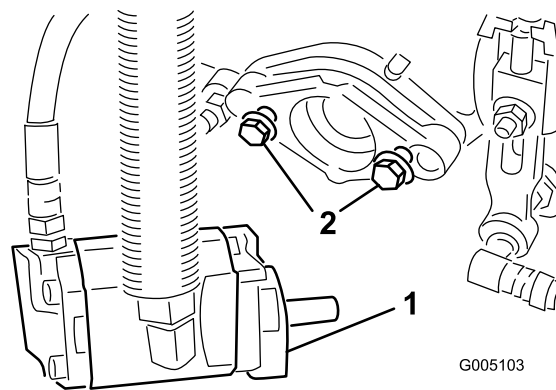

図 10
6. リールモータ取り付けボルトのねじの頭が、それぞれおよそ 13mm 突き出した状態になるようにすること **図 10**。
8. **取り付けボルトを締め付ける。** **図 10**。